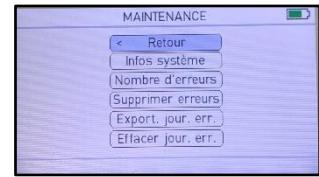
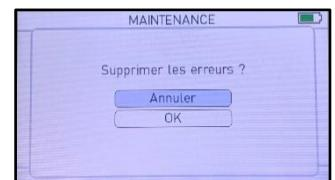

Figure 47. MAINTENANCE
Figure 50. Supprimer les erreurs ?
3. La MAINTENANCE s'affiche (Voir figure 47). A partir d'ici, vous pouvez accéder aux informations du système, au nombre d'erreurs, et vous pouvez supprimer les erreurs.
1. Dans MAINTENANCE (Voir figure 47), sélectionner INFOS SYSTEME avec .
1. Dans MAINTENANCE (Voir figure 47), sélectionner NOMBRE D'ERREURS avec .
1. Dans MAINTENANCE (Voir figure 47), sélectionner SUPPRIMER ERREURS avec . Le Message « Supprimer les erreurs » s'affiche (Voir figure 50)